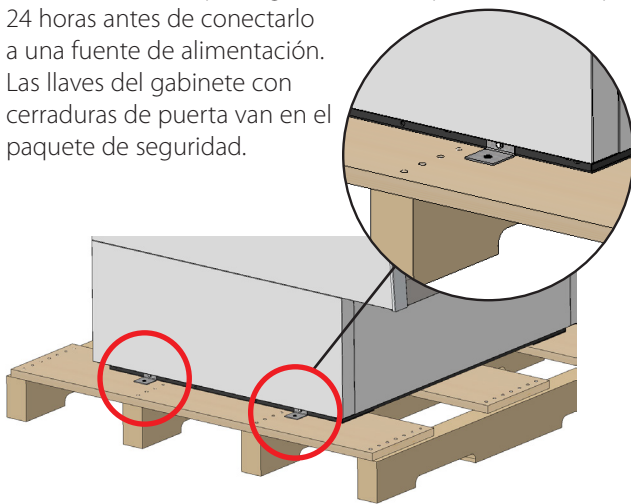

Fig. 3. Ubicación de las fijaciones en el palé. No se muestran todos los lados.
2. **NOTA:** Retire las fijaciones que sujetan el gabinete a la plataforma (véase la fig. 3). Mueva el equipo hasta el punto más cercano posible de su ubicación final antes de retirar la plataforma de madera. En algunos modelos se debe retirar la cubierta/rejilla frontal y/o trasera para acceder a los pernos de transporte.